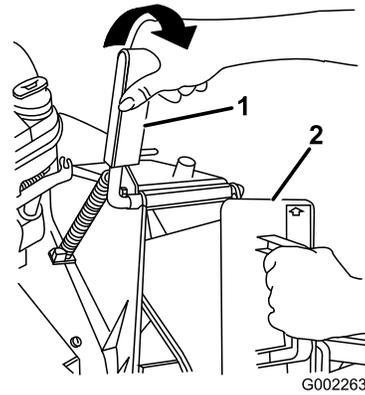

Figura 5
1. Abra la puerta de descarga tirando del manillar hacia atrás (Figura 5). Mientras inserta el tapón, sujete el tirador de la puerta para evitar que el muelle cierre la puerta.
2. Puesto que el tapón es algo más ancho que la abertura del conducto de descarga, gire el tapón ligeramente en el sentido de las agujas del reloj al insertarlo (Figura 5).